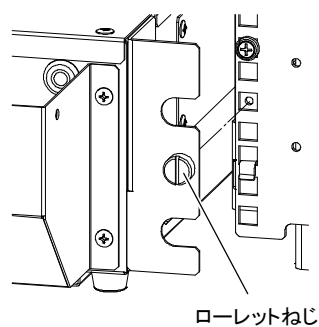

図7
- ④挿入後、ローレットねじにて本体をスライドレールに固定してください。(図7)
- ⑤本体が水平になるように取付ねじでスライドレールを確実に固定(仮固定→本固定)してください。